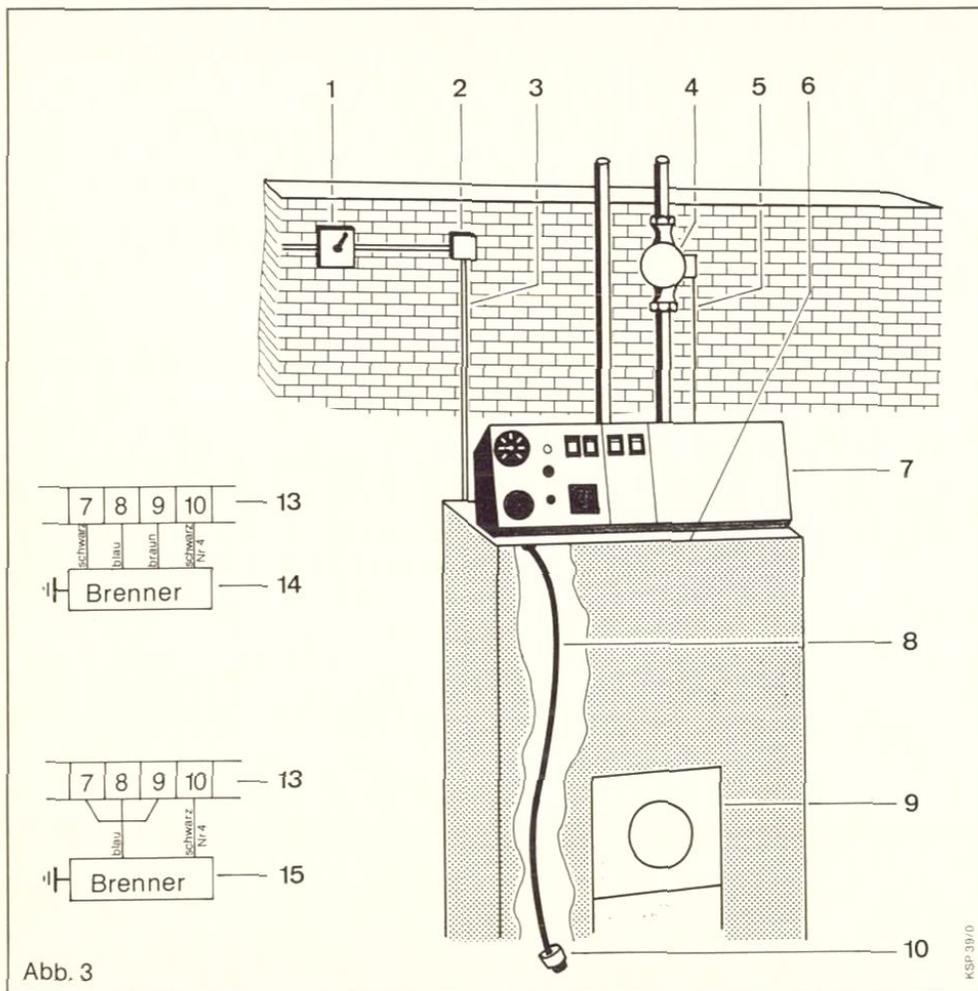
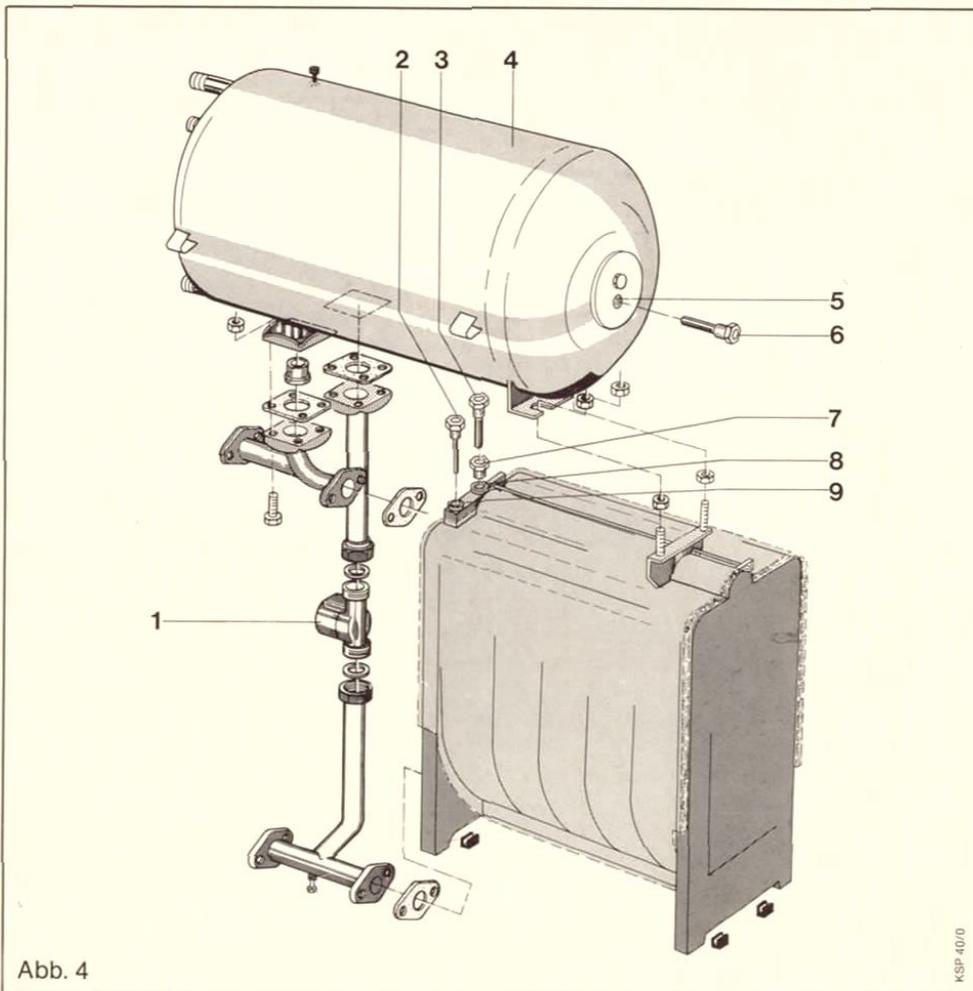

Abb. 3
Abb. 4
Den Brennerstecker ⑩ abklemmen und entsprechend dem Anschlußschema in Abb. 3 den Brenner gemäß Herstelleranweisung anklemmen.
- ⑬ Klemmleiste im Kessel-Schalt-pult
- ⑭ Brenner mit 4poligem Anschluß
- ⑮ Brenner mit 2poligem Anschluß (d.h. die Störabschaltung am Feuerungsautomaten ist nicht zugänglich) es ist eine Brücke zwischen Klemme 7 und 9 einzusetzen.
Tauchhülsen siehe Abb. 4, Seite 7.
schlußschema in Abb. 3, Seite 6 anklem-
Montage des Kessel-Schaltpultes Art. Nr. 9104 gemäß Abb. 1 und 2 am Kessel vornehmen. Außenfühler ⑧ gemäß Abb. 9, S. 12 an der Gebäude-Außenwand befestigen. Vom Außenfühler ⑧ eine Zuleitung $2 \times 0,75 \text{ mm}^2$ zum Kessel-Schaltpult ⑨ verlegen. Vorlauffühler ⑤ an der Vorlaufrohrleitung hinter der Heizungspumpe ⑥ mit beiliegendem Spannband befestigen Abb. 8, Seite 11. Das fest verdrahtete Zuleitungskabel ④ zum Kessel-Schaltpult ⑨ führen. An der Steckkupplung ⑮ des Zuleitungskabels ④, die Anschlußleitung des Außenfühlers ⑧ an den Klemmen T_1 und T_2 der Steckkupplung ⑮ anklammern. Steckkupplung ⑮ mit Stecker ⑯ verbinden. Der Stecker ⑯ ist am Kessel-Schaltpult ⑨ verdrahtet und gekennzeichnet. Anschlußkabel ⑦ zur Heizungspumpe ⑥ führen und gemäß Verdrahtungsplan anklammern. Siehe Abb. 14, Seite 17. Brenneranschlußkabel ⑩ zum Brenner führen. Mit dem Stecker ⑫ an der Steckkupplung* des Brenners verbinden. Ohne Steckkupplung am Brenner siehe Abb. 3, Seite 6. Netzanschluß ③ über eine Abzweigdose ② und einen Hauptschalter ① (Notausschalter) vornehmen.
Montage des Kessel-Schaltpultes Art. Nr. 9114 gemäß Abb. 4 und 5 am Kessel vornehmen. Außenfühler ⑧ gemäß Abb. 9, Seite 12 an der Gebäude-Außenwand befestigen. Vom Außenfühler ⑧ eine Zuleitung $2 \times 0,75 \text{ mm}^2$ zum Kessel-Schaltpult ⑨ verlegen. Vorlauffühler ⑤ an der Vorlaufrohrleitung hinter der Heizungspumpe ⑥ mit beiliegendem Spannband befestigen Abb. 8, Seite 11. Das fest verdrahtete Zuleitungskabel ④ zum Kessel-Schaltpult ⑨ führen. An der Steckkupplung ⑮ des Zul.kabels ④ die Anschlußleitung des Außenfühlers ⑧ an den Klemmen T₁ und T₂ anklennen. Steckkupplung ⑮ mit Stecker ⑯ verbinden. Der Stecker ⑯ ist am Kessel-Schaltpult ⑨ verdrahtet und gekennzeichnet. Anschlußkabel ⑬ zur Speicherladepumpe führen und gemäß Verdrahtungsplan anklennen. Siehe Abb. 14, S. 17. Anschlußkabel ⑦ zur Heizungspumpe ⑥ führen und gemäß Verdrahtungsplan anklennen. Brenneranschlußkabel ⑩ zum Brenner führen. Mit dem Stecker ⑫ an der Steckkupplung* des Brenners verbinden. Ohne Steckkupplung siehe Abb. 3, Seite 6. Netzanschluß ③ über eine Abzweigdose ② und einen Hauptschalter ① Notausschalter vornehmen.